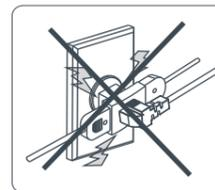

Fig. 04
- ▶ Nunca conecte-o através de extensões elétricas, adaptadores ou T com outro(s) eletrodoméstico(s) (fig.04), pois este tipo de ligação pode provocar sobrecarga na rede elétrica, prejudicando o funcionamento do mesmo e resultando em acidentes com fogo. Use uma tomada exclusiva de três pinos aterrada;